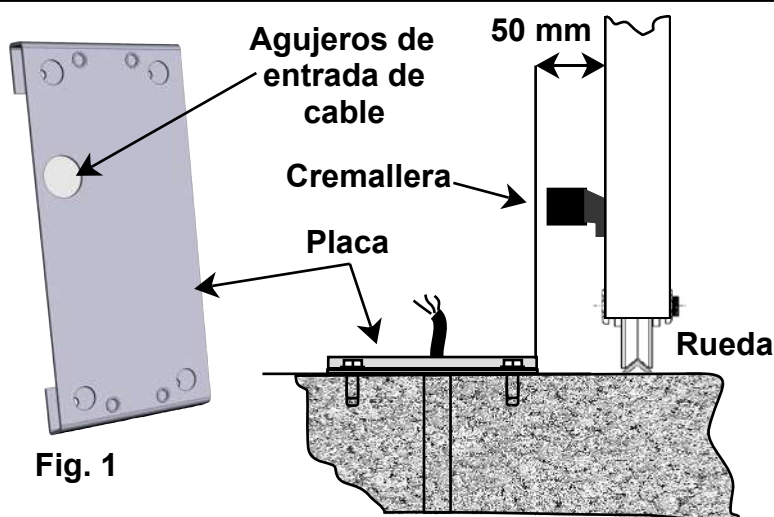
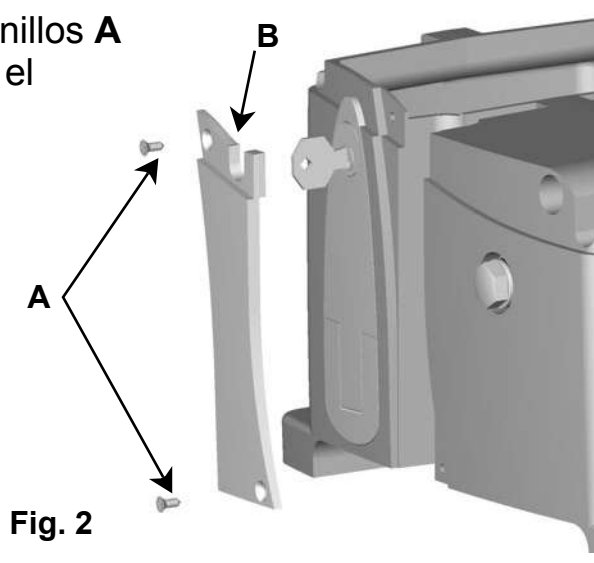
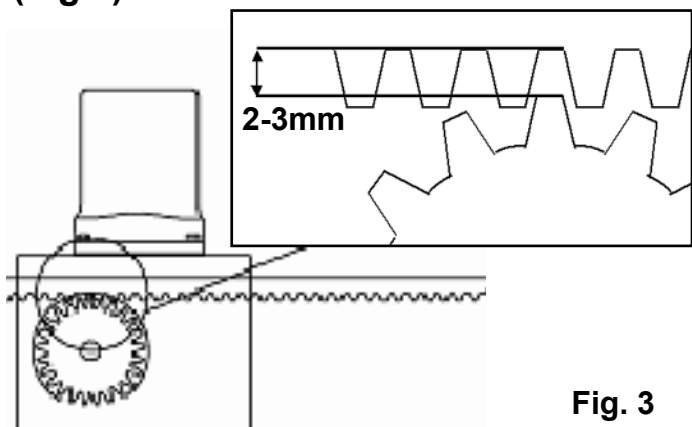

Fig. 1
Fig. 2
Fig. 3
- Antes de proceder al montaje del automatismo controlar el buen funcionamiento de la cancela. Asimismo es conveniente verificar que la guía de desplazamiento a tierra (**Fig. 1**) no presente malformaciones, que se encuentre perfectamente nivelada y que el tope mecánico en apertura esté presente (**Fig. 2**), para evitar que la cancela salga de las guías superiores (**Fig. 3**).
- Verificar que la guía de desplazamiento superior (**Fig. 3**) esté fijada firmemente y que la cancela se desplace libremente.
Posicionar la placa suministrada (**Fig. 1**) a una distancia de **50 mm/MAX** del borde de la cancela y perfectamente escuadrada, con un ángulo de 90°.
Quitar la carcasa superior, desatornillar los tornillos **A** y quitar la carcasa **B**, pasar los cables por el motoreductor como en (**fig.2**)
Fijar firmemente la cremallera en la cancela, dejando una distancia de 2 a 3 mm. desde el piñón del motor (**Fig.3**).